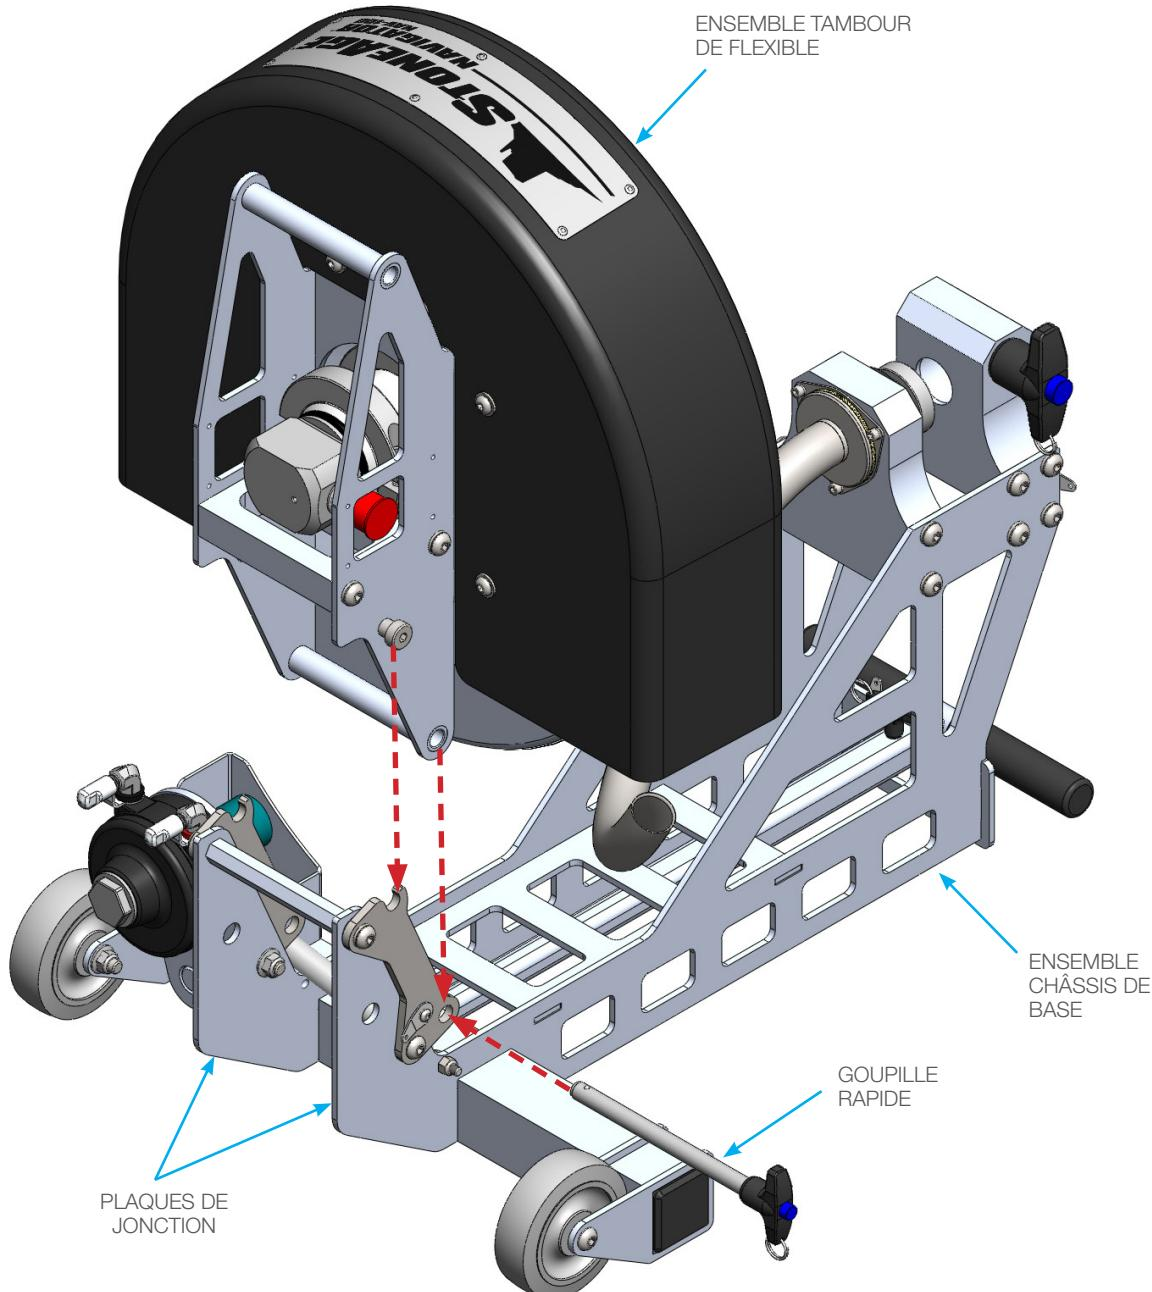

FIGURE 1
1. Déposez la goupille rapide de l'ensemble châssis de base. Posez l'ensemble tambour de flexible sur le châssis de base en engageant les têtes des vis épaulées dans les encoches des plaques de jonction et en insérant la goupille rapide à travers les trous des plaques de jonction. (**Figure 1**)
1. Raccordez le côté femelle du flexible au tube de raccordement de flexible et enroulez le flexible à l'intérieur du tambour dans le sens de la flèche. (**Figure 1**)
1. Tirez sur les bagues de libération de Camlock et glissez le Camlock sur l'extrémité mâle de l'ABX-PRO PRODRIVE. Repoussez les goupilles Camlock pour les verrouiller en position. (**Figure 1**) Tirez sur l'ensemble embout pour s'assurer qu'il est bien fixé. Faites passer le reste du flexible à travers l'ensemble embout en laissant une longueur suffisante pour traverser une fixation sur une bride de canalisation.
1. Fixez la fixation quart de rond sur la bride de la canalisation avec les fixations déposées du joint à bride. Les écrous présentés entre la bride de la canalisation et la fixation quart de rond permettent l'évacuation. D'autres possibilités d'entretoise sont acceptables. (**Figure 1**)